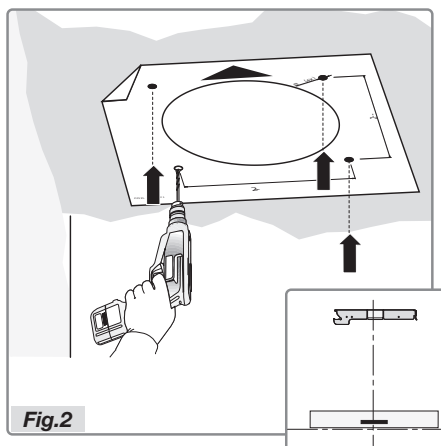

Fig.2
Attention: Remplacer par des lampes allogènes du même type. Ne pas toucher la lampe allogène avec les mains nues ; une fois qu'elle est remplacée, refermer le verre C figure 2.
- Placer le modèle des trous sur le plafond avec une flèche placée sur le même côté que les commandes de la hotte (Fig.2).